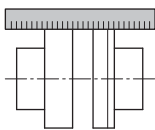

Fig. 12: comprobación de la alineación radial con una regla
- De forma alternativa, también se puede comprobar la alineación radial del acoplamiento con una regla (véase la Fig. 12).